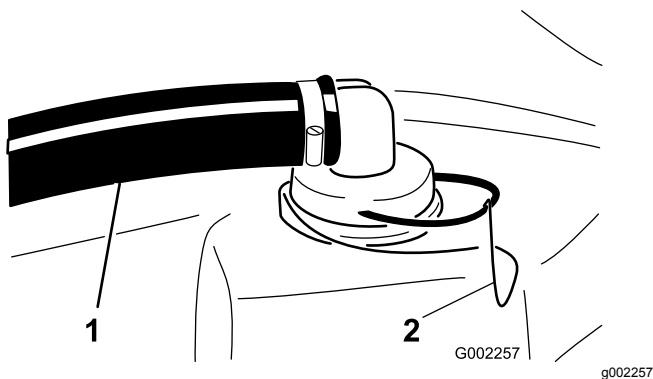

Figura 68
2. Retire a fixação do encaixe vermelho colocado na tubagem mais larga na parte superior do depósito (Figura 68).
3. Retire a tubagem do depósito (Figura 68).